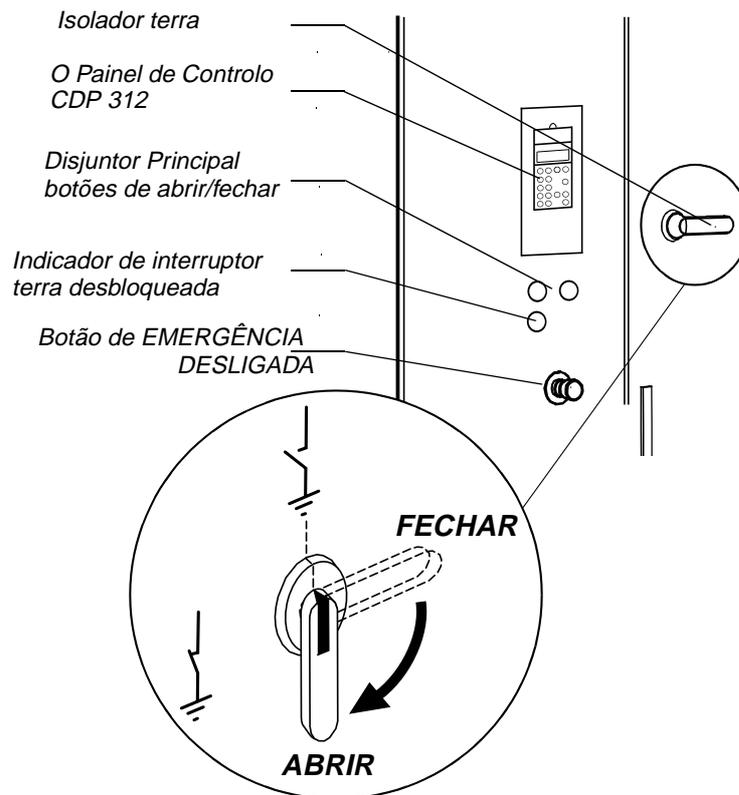

Figura 8-1 Operar elementos na porta dianteira
- 2 Premir o botão do circuito principal *OFFLINE* na porta da secção de controlo do ACS 1000 (veja *Figura 8-1*). O DP abre.
O botão *EMERGÊNCIA DESLIGADA* na porta de controlo do ACS 1000 (veja *Figura 8-1*) é equipado com duas coberturas cilíndricas, transparentes e lacráveis. Eles deslizam um dentro do outro quando se pressiona a tecla emergência desligada. Quando lacrada, a emergência desligada não pode ser mudada para a sua posição inicial antes que o fio do lacre tenha sido removido.